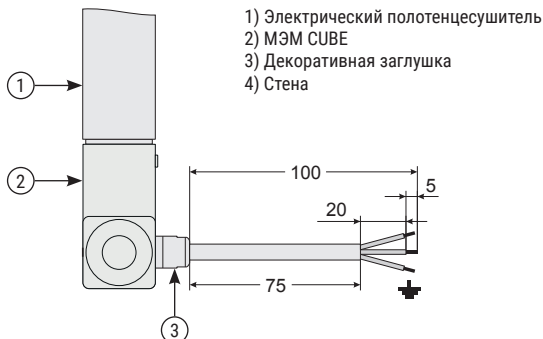
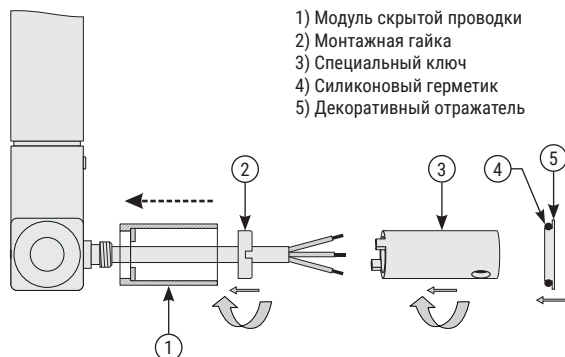

Рис.2
Рис.4
1.3. Необходимо обрезать провод модуля (рис. 2).
1.4. Подготовить концы проводов для последующего соединения и зачистить их (рис. 2).
1.6. Открутить с обратной стороны МЭМ декоративную заглушку (рис. 2) и установить корпус модуля скрытой проводки согласно схеме (рис. 4).
1.8. Установить декоративный отражатель на силиконовый герметик (рис. 4).